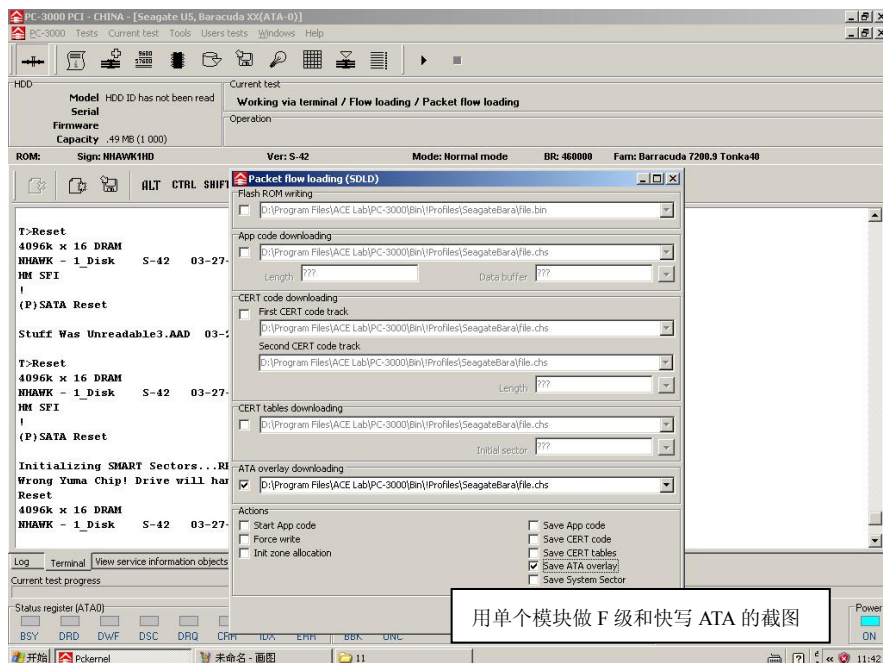

图 7-78 用单个模块做 F 级和快写 ATA
(6) 用单个模块做 F 级和快写 ATA 如图 7-78 所示。